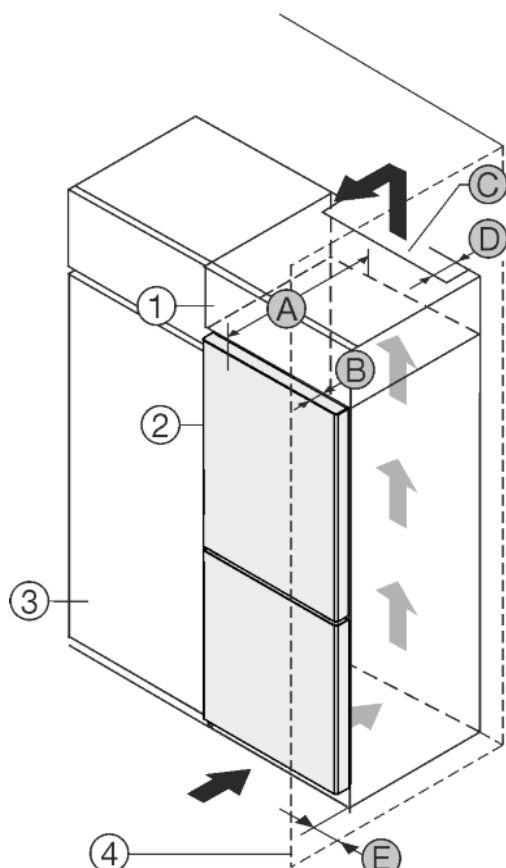

Fig. 1
Aparat postavite neposredno zraven kuhinjske omare Fig. 1 (3).*
Aparat postavite z razmikom 5 cm med aparatom in kuhinjsko omaro Fig. 1 (3).*
Na zadnji strani nadgradne omare mora biti zaradi prezračevanja in odzračevanja po vsej širini nadgradne omare prezračevalni jašek globine Fig. 1 (D).*
Pod stropom je treba upoštevati presek prezračevanja Fig. 1 (C).*
Če napravo postavite s tečaji poleg stene Fig. 1 (4), mora razdalja med napravo on steno znašati najmanj 40mm. To ustreza velikosti ročaja pri odprtih vratih.*
Da vrata lahko odpirate, mora naprava štrleti ven vsaj za globino vrat Fig. 1 (B) glede na fronto kuhinjske omare. Odvisno od globine kuhinjskih omar Fig. 1 (3) in uporabe stenskih distančnikov lahko naprava štrli bolj ven.*
Da vrata lahko odpirate, mora naprava štrleti ven vsaj za globino vrat (B) glede na fronto kuhinjske omare. Odvisno od globine kuhinjskih omar Fig. 1 (3) in uporabe stenskih distančnikov lahko naprava štrli bolj ven.*